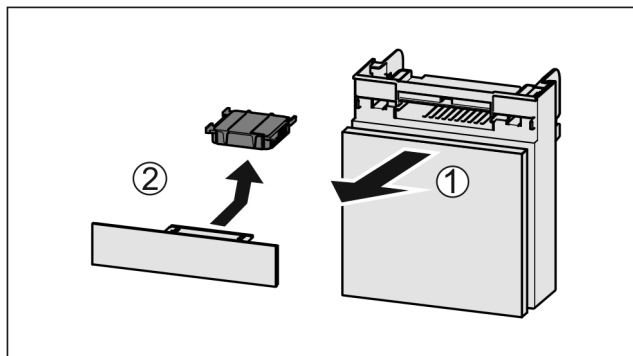

Fig. 200
- Wyciągnąć Fig. 200 (1) komorę do przodu.
- Wyjąć Fig. 200 (2) filtr z węglem aktywowanym.